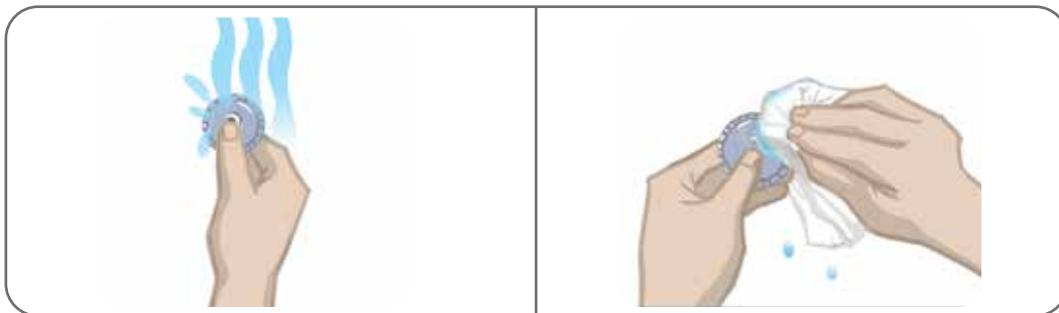

Figura 8-4: Molhar e remover o excesso de água
4. Molhe os eletrodos de pano redondos com água até que estejam saturados. Veja a Figura 8-4.
5. Use um pano para remover ou absorver com cuidado o excesso de água da parte de trás (o lado onde está situado o encaixe) dos eletrodos. Veja a Figura 8-4.